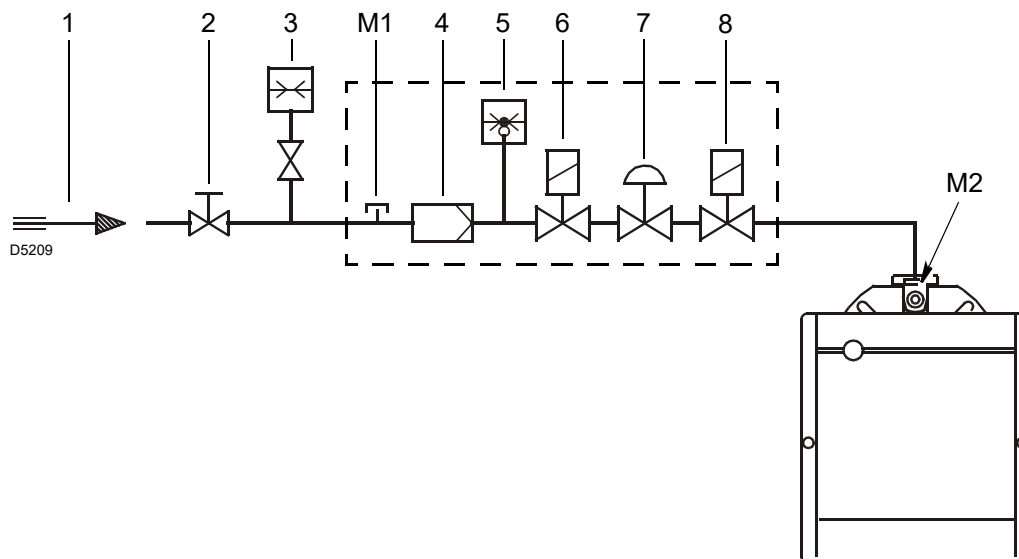

Fig. 14
Legenda (Fig. 14)
Per conoscere invece la pressione del gas necessaria alla presa M2)(Fig. 14), fissata la potenza massima di modulazione alla quale si desidera funzioni il bruciatore:
- Leggere sulla destra, colonna 1, la pressione alla presa M2)(Fig. 14).
pressione necessaria alla presa M2)(Fig. 14).
Pressione del gas misurata alla presa M2)(Fig. 14), con:
- sottrarre dalla pressione del gas alla presa M2)(Fig. 14) la pressione in camera di combustione.
Pressione del gas alla presa M2)(Fig. 14) = 12,2mbar